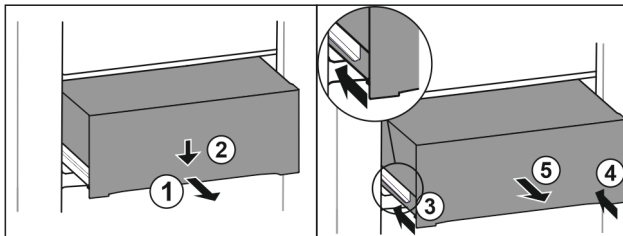

Fig. 144
- ▶ Изтеглете чекмеджето наполовина. Fig. 144 (1)
- ▶ Натиснете надолу чекмеджето от предната страна. Fig. 144 (2)
- ▶ Вкарайте лявата релса приблизително 2 см навътре. Fig. 144 (3)
- ▶ Вкарайте дясната релса приблизително 2 см навътре. Fig. 144 (4)
- ▶ Извадете чекмеджето напред. Fig. 144 (5)